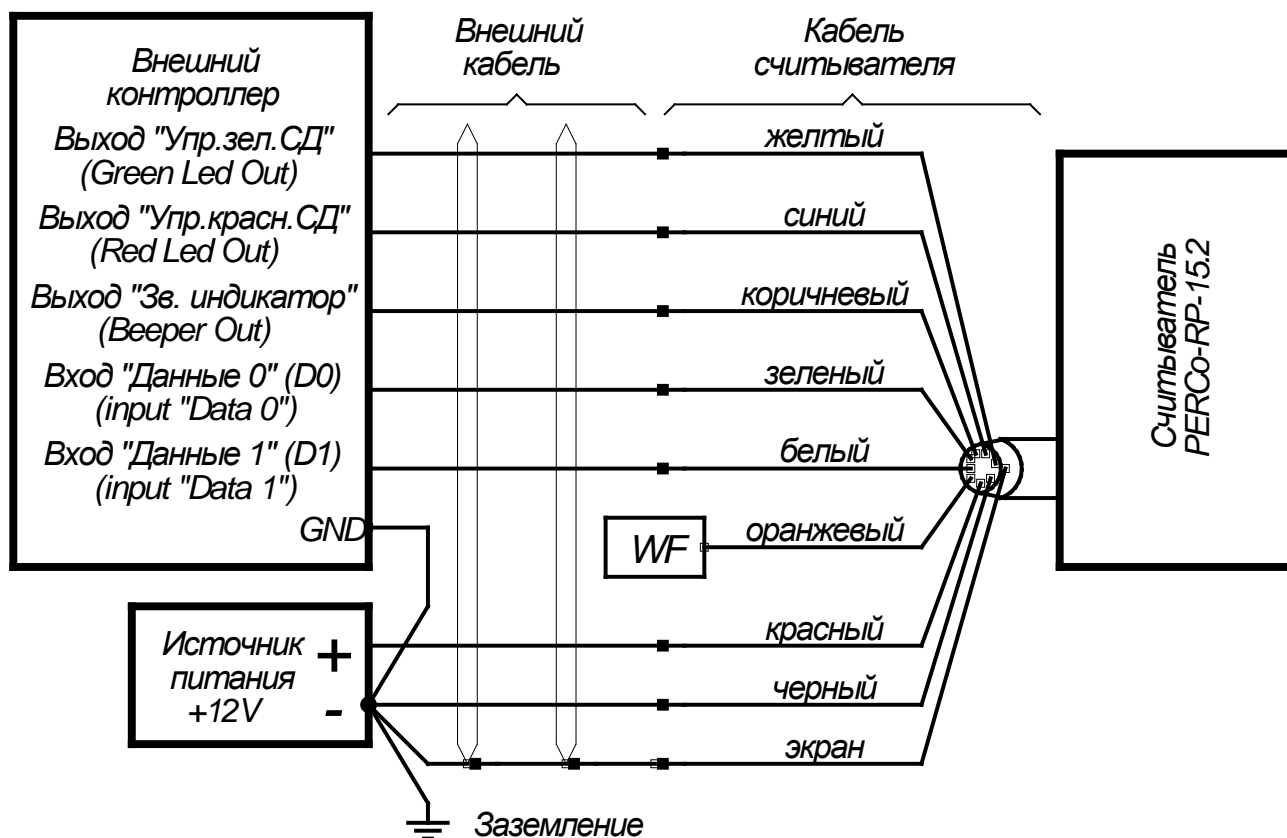

Рисунок 5 Схема подключения считывателя к внешним устройствам с использованием интерфейса Wiegand
- 7 Проложите кабель, закрепите его и подключите к внешним устройствам. Схема подключения считывателя к внешним устройствам с использованием интерфейса Wiegand приведена на рис. 5. Для удлинения используйте кабели, указанные в п. 7.3. Переключение формата выходных данных рекомендуется осуществить непосредственно в месте соединения штатного кабеля считывателя с удлиняющим кабелем (см. п. 5.2).